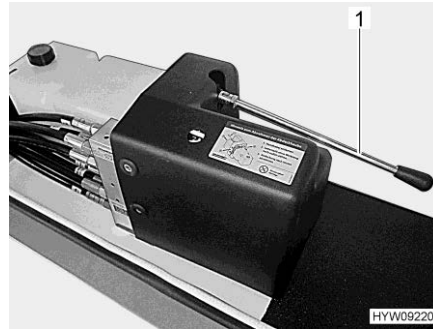

Fig. 42 Leva (comando di emergenza)
- Chiudere il piedino di stazionamento con la pompa manuale. A tale scopo, pompare con la leva (Fig. 42,1) fino alla chiusura del piedino di stazionamento.